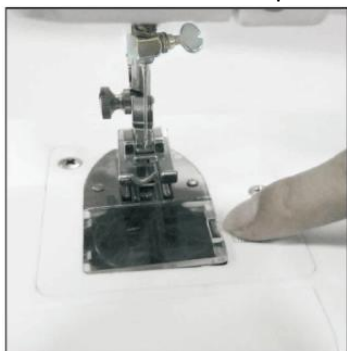

Fig.7
- 1) Schuif de knop van de spoelkap naar rechts en verwijder de spoelkap (Fig.7).